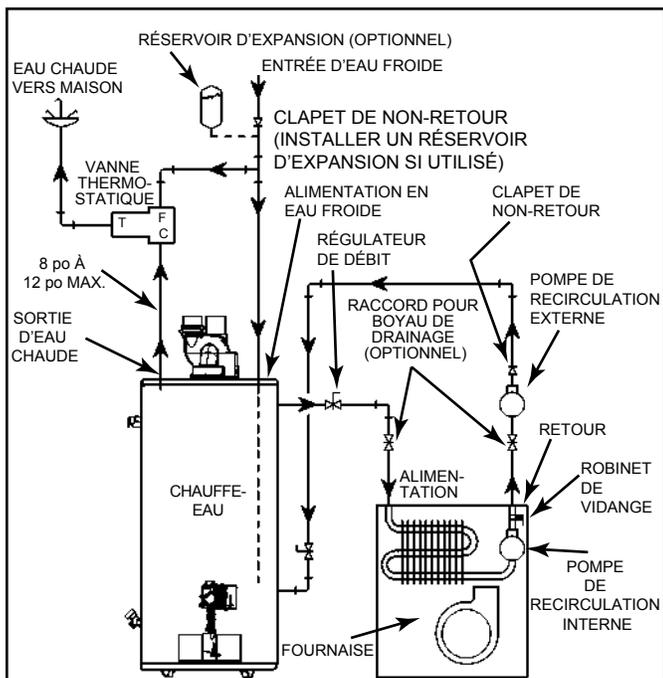
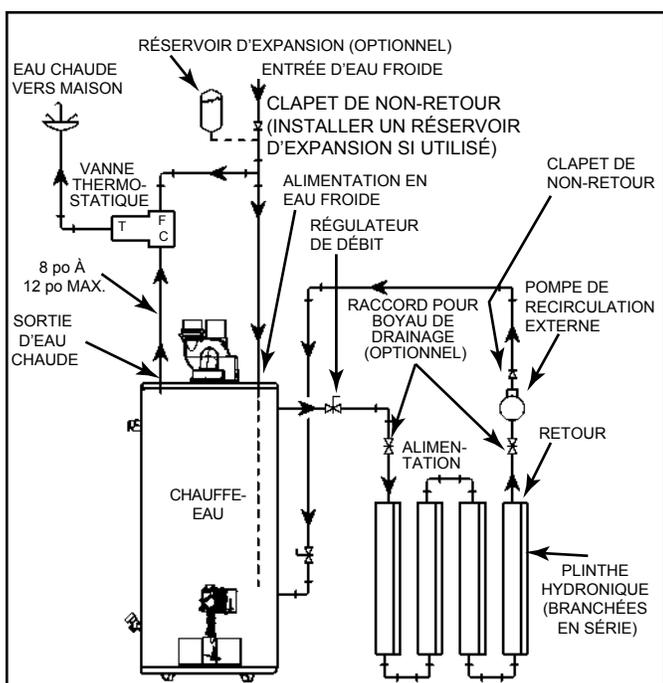

Figure 17
Figure 18
8. Les systèmes de chauffage combiné fonctionnent à une température plus élevée que les systèmes réguliers. Dans ce cas, il faut prendre certaines précautions, comme installer une vanne thermostatique sur la canalisation d'alimentation en eau chaude, afin de réduire la température de l'eau du système et ainsi réduire les risques d'ébullition (voir Figure 17 et Figure 18).
- A. Une fournaise munie d'un échangeur d'air approprié (Figure 17).
- B. Une boucle de chauffage avec plinthe hydronique à ailettes ou chauffage radiant sous le plancher (Figure 18).